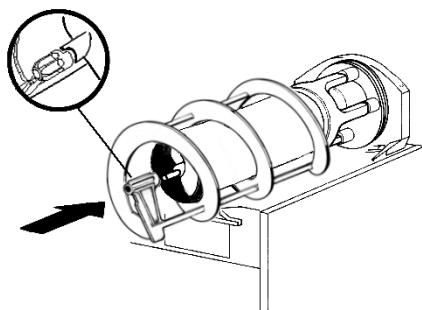

figura 15
- 5 Colocar sobre el evaporador el rascador exterior, acoplando su extremidad anterior al árbol del rascador interior y haciendo coincidir los dientes de arrastre (ver figura 15).